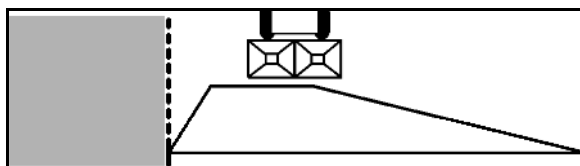

Рис. 76
2. Распределение по канаве в соответствии с предписанием о внесении удобрений (Рис. 76):